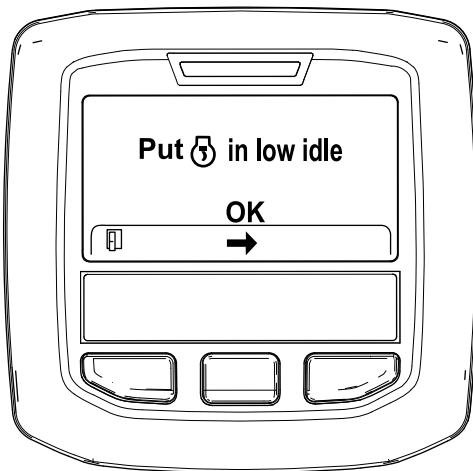

Bild 33
6. Stellen Sie die Gasbedienung in die NIEDRIGE LEERLAUF-Stellung und drücken Sie die mittlere Taste (Bild 33).